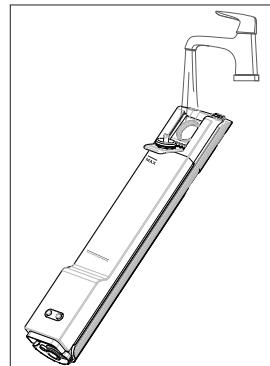

Abb. 7 – Wassertank
- ▶ Befüllen Sie den Frischwassertank mit sauberem Leitungswasser. Verwenden Sie kein heißes oder kochendes Wasser zum Befüllen des Frischwassertanks. (**siehe Abb. 7**)